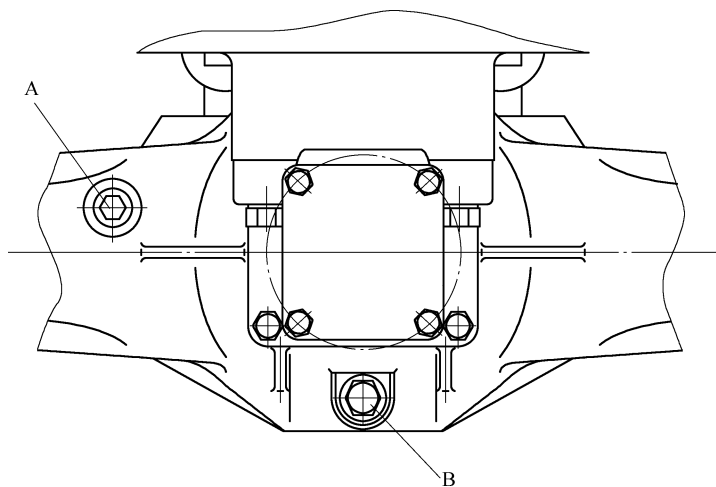

图 4-10 前驱动壳体油面检查
2) 前驱动壳体油面检查（以沃得 WD40—50 拖拉机为例）。如图 4-10 所示，应拆出螺塞“A”，油面应达到螺塞孔处，否则应加油。更换机油时，应从螺塞“B”处放尽污油，再拧上螺塞“B”，从螺塞“A”处加入新机油。